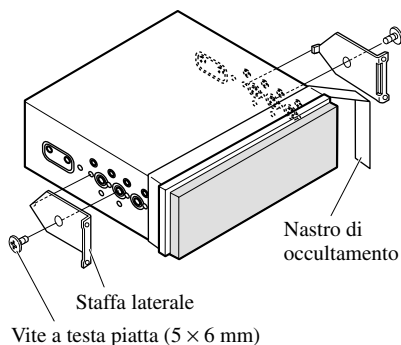

Fig. 15
1. **Stabilire la posizione delle staffe laterali.** (Fig. 15)